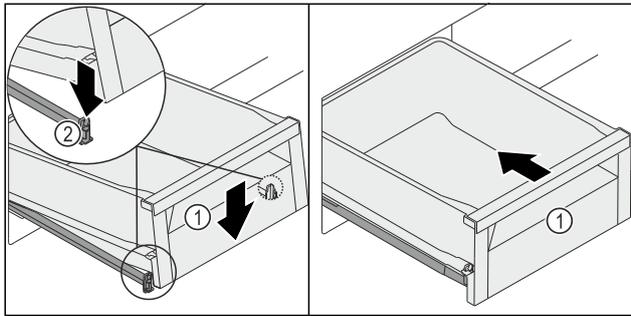

Fig. 129
- ▶ Abaisser l'avant du tiroir Fig. 129 (1) de manière à insérer le tiroir dans les languettes Fig. 129 (2) à gauche et à droite.
- ▶ Vous entendrez le tiroir Fig. 129 (1) s'enclencher.
- ▶ Pousser le tiroir Fig. 129 (1).